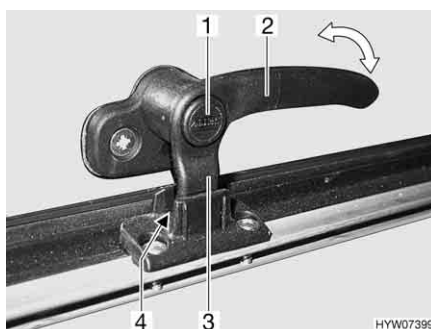

Fig. 39 Leva di serraggio (posizione "aerazione continua")
- In posizione di "Aerazione continua" (Fig. 39)
- Premere il bottone di sicurezza (Fig. 39,1) e mantenerlo premuto.
- Ruotare la leva di serraggio (Fig. 39,3) di un quarto di giro verso il centro della finestra.
- Girare nuovamente all'indietro la leva di serraggio. Riportare contemporaneamente il nasello di chiusura (Fig. 39,3) della leva di serraggio nella rientranza della chiusura della finestra (Fig. 39,4).
- Rilasciare il bottone di sicurezza (Fig. 39,1).